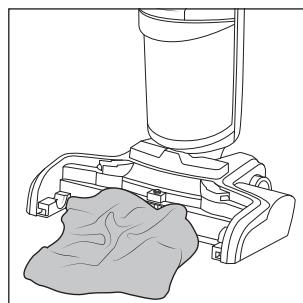

Fig. 36
- ◆ Dacă compartimentul periei este murdar, curătați-l cu o lavelă sau o cârpă umedă (a se vedea fig. 36).